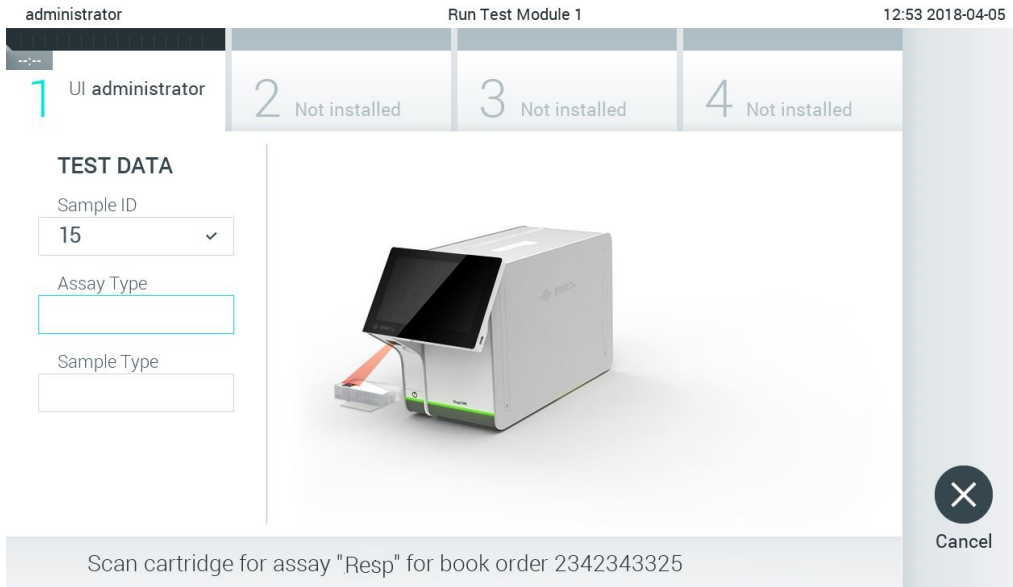

图 84. 扫描 QIAstat-Dx 检测试剂卡盒条形码。
4. 从主机成功检索测试单后，将会显示“Scan cartridge for assay <assay\_name> and book order <order\_number>”（扫描检测试剂 <检测名称> 和工作单 <工作单编号> 的试剂盒）。扫描指定的 QIAstat-Dx 检测试剂卡盒的条形码（图 84）。